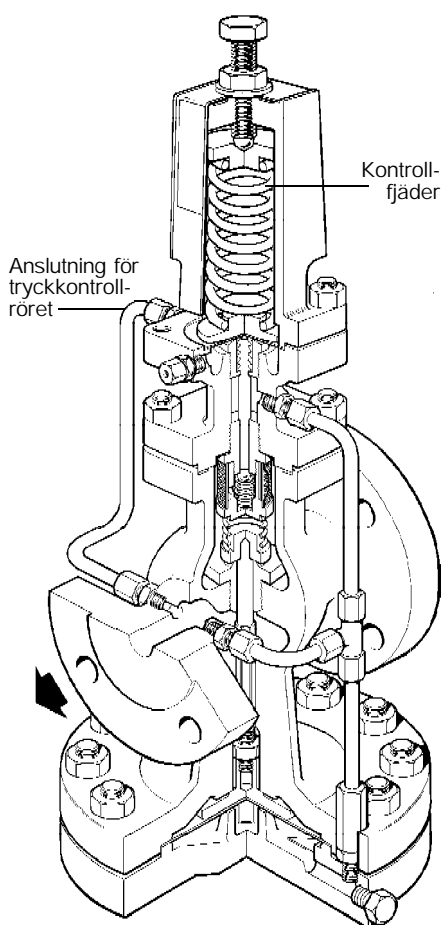

Fig. 1
1. Leverans (Fig. 1)
med skiftnyckeln, dra åt lås-muttern för att låsa justerfjäders inställningar och se till att 'C'-brickan stannar i rätt position. (Fig. 1)